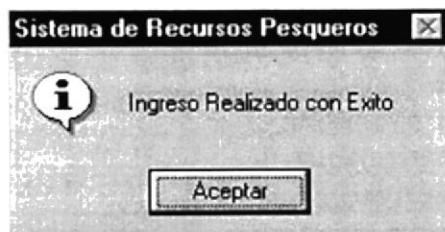

Figura 9.69 Mensaje de Ingreso
2. Si se guarda un Tipo de Cliente nuevo se mostrará el siguiente mensaje (ver figura 9.69)